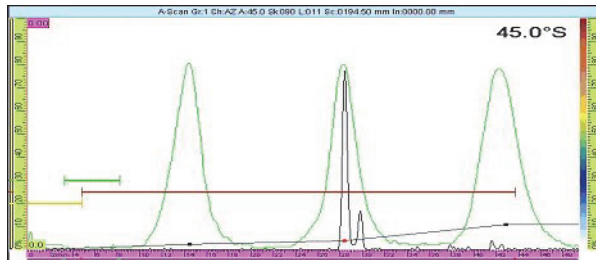

Figura 6-9 Envoltente con picos de 80 %
3. Desplace la sonda para escanear el reflector calibrado, y verificar que todos los picos alcancen el 80%. Véase la Figura 6-9 en la página 183.